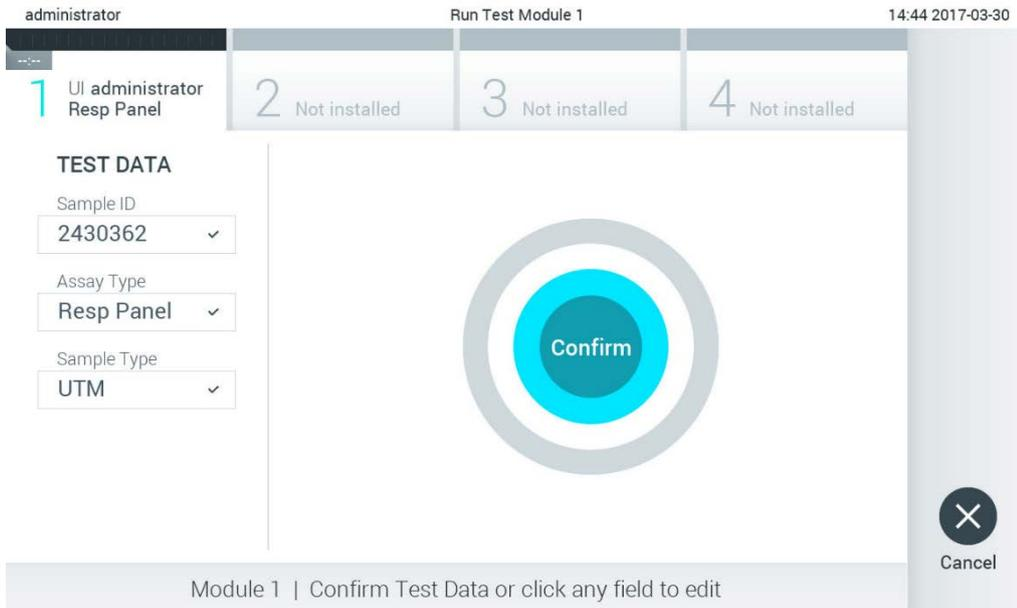

Figure 26. Écran Confirm (Confirmation).
5. L'écran Confirm (Confirmer) s'affiche. Vérifiez les données saisies et introduisez les modifications nécessaires en appuyant sur les champs correspondants de l'écran tactile et en modifiant les informations (figure 26, en page suivante).